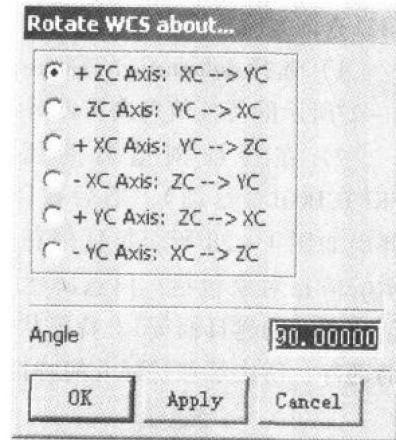

图 1-19 旋转 WCS 对话框
(3) 旋转 WCS 选择 WCS→Rotate，弹出旋转对话框，如图 1-19 所示。对